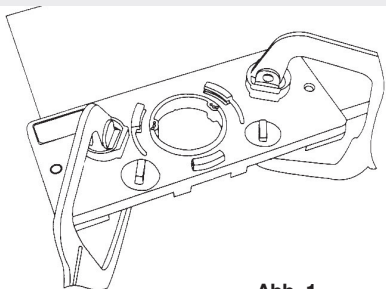
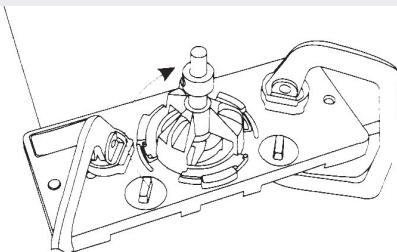
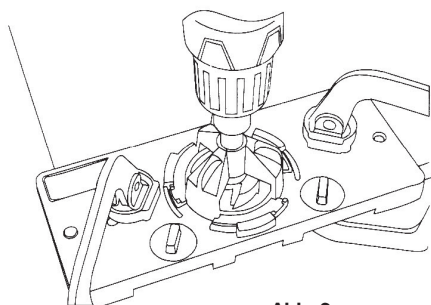
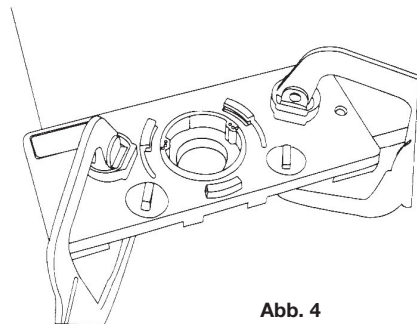

Abb. 1
Abb. 2
Abb. 3
Abb. 4
2. Befestigen der Bohrschablone und Bohren: Befestigen Sie die Bohrschablone mit zwei Klemmen auf dem Werkstück (Abbildung 1), drehen Sie die Glocken-Halterung im Uhrzeigersinn bis zum Ende des Klemmschlitzes (Abbildung 2) und bohren Sie ein 35-mm-Loch mit einer Bohrmaschine (Abbildung 3). Entfernen Sie die Glocken-Halterung gegen den Uhrzeigersinn aus der Schablone. (Abbildung 4)